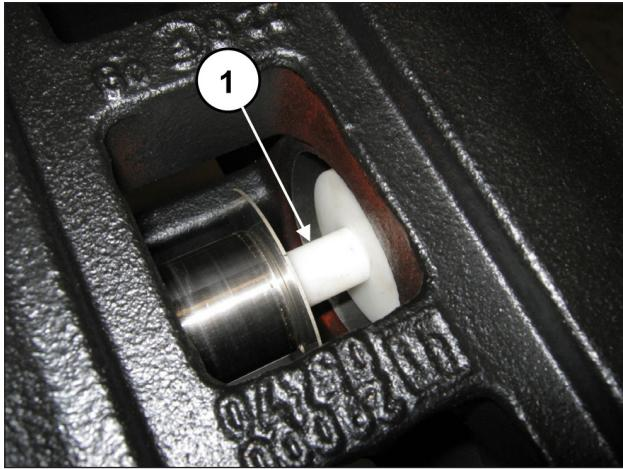

Abb. 170
Setzen Sie den Dorn Art. 27632500 zwischen Kolbenführung und Kolben ein (Pos. ①, Abb. 170).